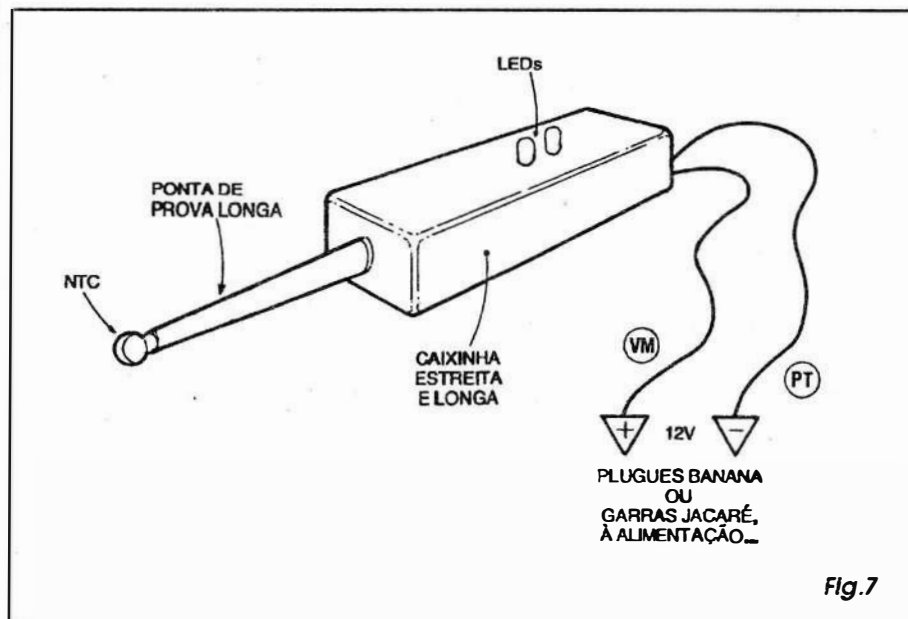

Fig. 7
- FIG. 7 - USANDO O SPTM COMO UM PRÁTICO ANALISADOR SEMI-PORTÁTIL DE TEMPERATURA...